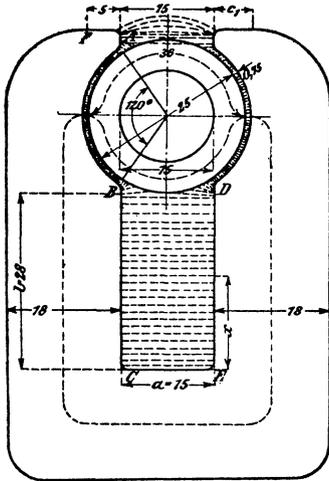

Fig. 62.
162. Es ist die Amperewindungszahl der nebenstehenden Dynamo (Fig. 62) zu berechnen unter der Voraussetzung, daß der Anker 20 [25] (16) cm lang ist und von  $1,7 \cdot 10^6$  [2,8 · 106] (1,6 · 106) Kraftlinien durchsetzt werden soll.